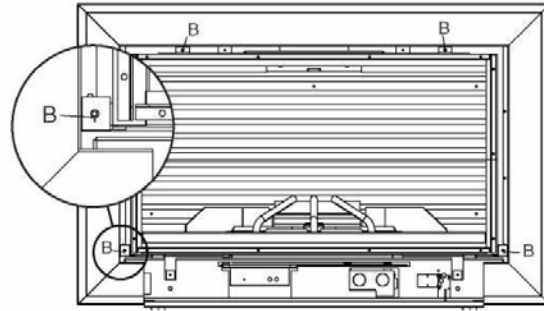

Fig. 4
- 2) Verwijder het achterkader door de 4 schroeven B los te draaien. Haal nu het achterkader naar voren (zie fig. 4).